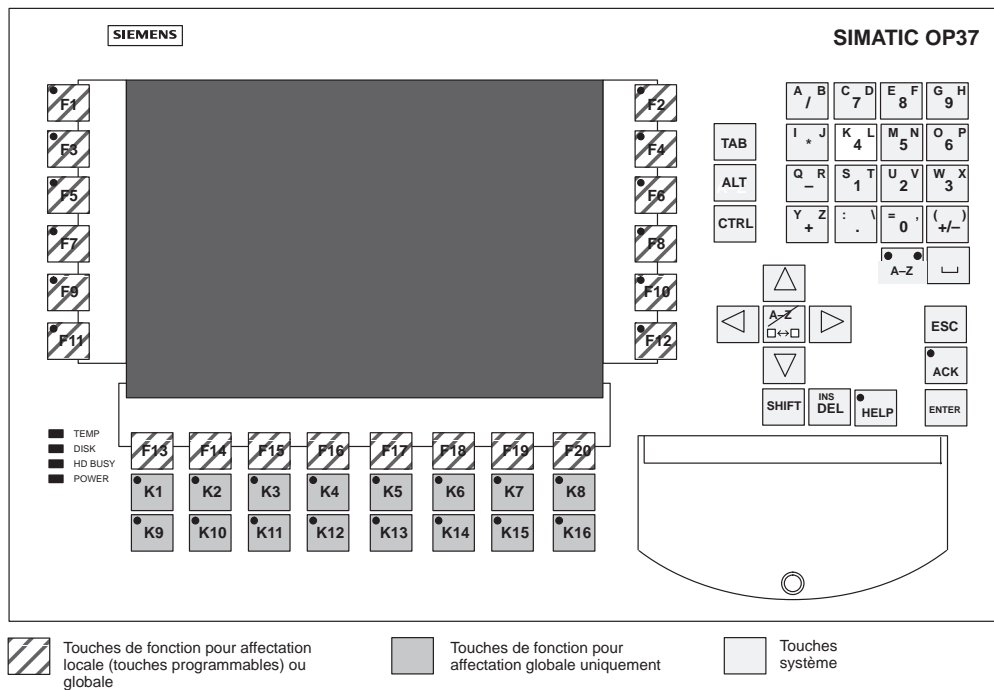

Figure 3-3 Disposition des pavés de touches sur l'OP37
- pour l’OP37 → K1 à K16 et F1 à F20 (figure 3-3).
- pour l’OP37 → F1 à F20 (figure 3-3).